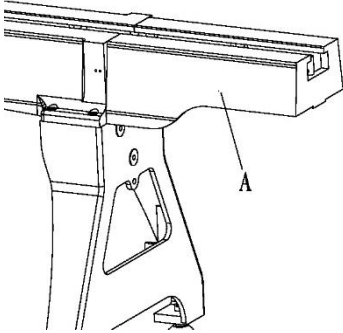

Рисунок 10.
- справа основания станка A (рис. 10).